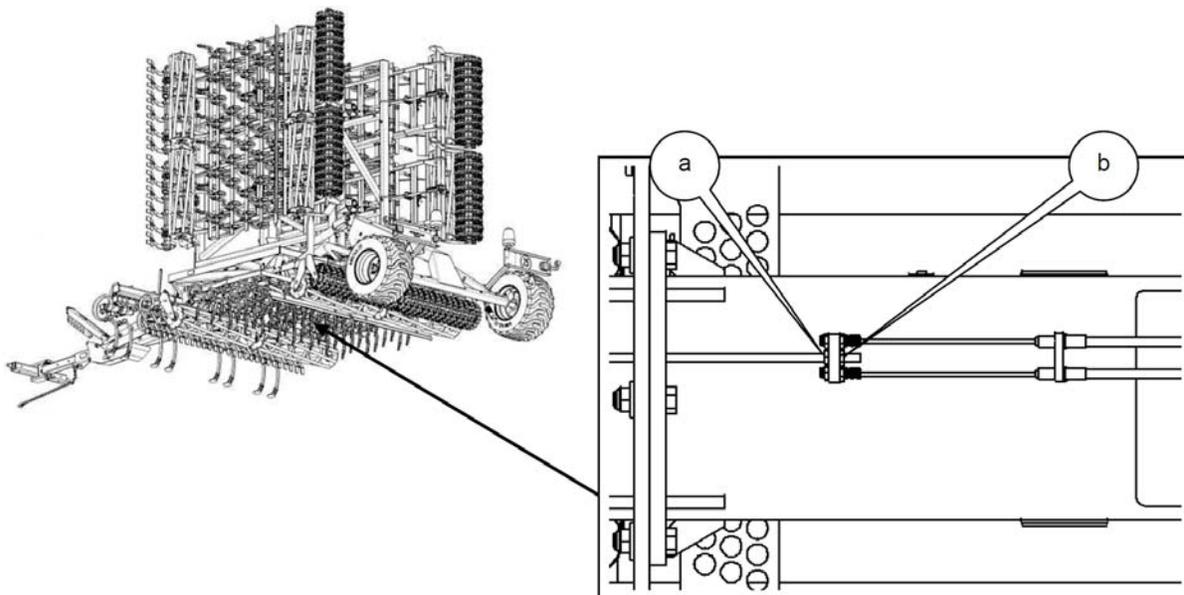

Abb. 23 Regelung der Not- und Feststellbremse
- Die Regelung erfolgt durch die Erhöhung/Minderung der Spannung der Bowdenzüge. Hierzu gehen Sie wie folgt vor (Abb. 23):